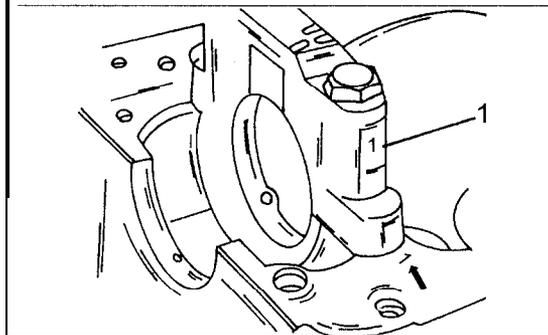

Bild 141
- Deckel auf das Kurbelgehäuse aufsetzen und mit einem Gummi- oder Kunststoffhammer anschlagen. Die Deckel unbedingt entsprechend ihrer Zahlenkennzeichnung aufsetzen. Eine in das Kurbelgehäuse eingeschlagene „1“ gibt an, wo sich der Deckel Nr. 1 befindet. Beim Aufsetzen der Deckel deshalb entsprechend Bild 141 vorgehen, d.h. die in den Deckel eingeschlagene Zahl muss mit der Zahl in der Kurbelgehäusefläche übereinstimmen.